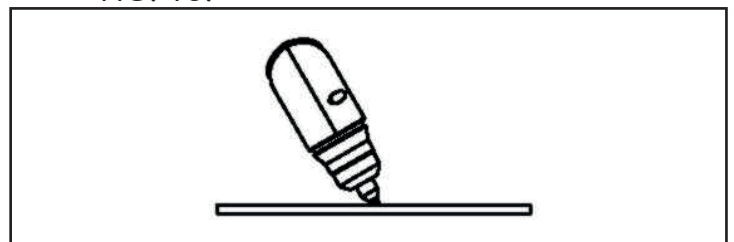

FIGURE 16
Pour le perçage inclinez légèrement le chalumeau pour orienter les étincelles à l'écart du chalumeau jusqu'à la fin de la pénétration FIG. 16.
- Pour percer avec le chalumeau à main, penchez légèrement le chalumeau de façon à ce que les particules renvoyées par soufflage s'écartent de la buse de chalumeau (et de l'opérateur) plutôt que de revenir droit - FIG.16.